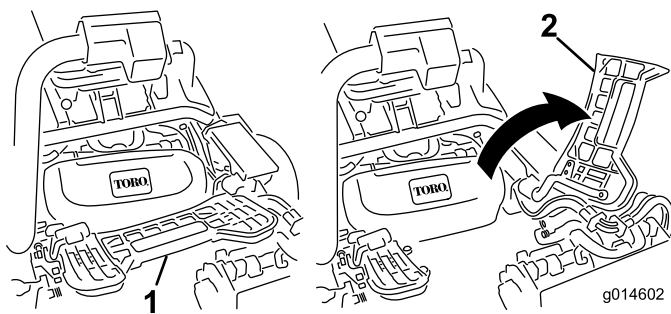

Figura 11
3. Se instalar a unidade de corte central, eleve o apoio de pé e incline-o, permitindo o acesso à posição da unidade de corte central (Figura 11).